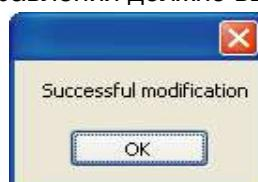

Рис. 4-21
- Заменить проводной пульт управления: выберите уже добавленный в список проводной пульт управления (он должен находиться в столбце KJR Address), введите новое имя проводного пульта управления и нажмите на кнопку “Save” («Сохранить»), при этом должно открыться окно с подтверждением об успешной замене проводного пульта управления (см. Рис. 4-21). В поле KJR Name («Имя KJR») имя проводного пульта управления должно вводиться без пробелов.